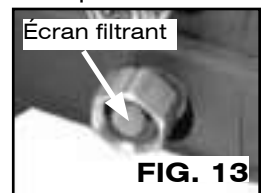

FIG. 13
1. **Saisissez l'extrémité du filtre** et retirez-le de l'orifice d'entrée d'eau de la pompe, tel qu'illustré. (Fig. 13)